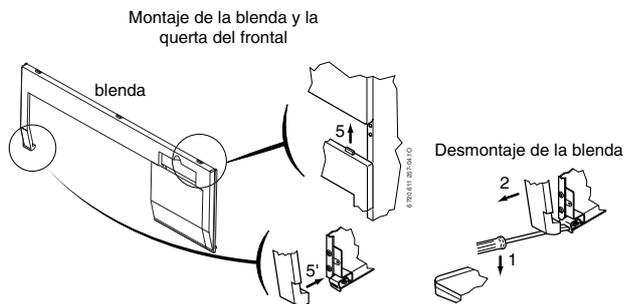

Fig. 15
- El marco frontal de plástico se introduce sujetando la parte superior, inclinada hacia la caldera, hasta que los ganchos de plástico entren en sus alojamientos según se aprecia en la ampliación de la fig. 15.